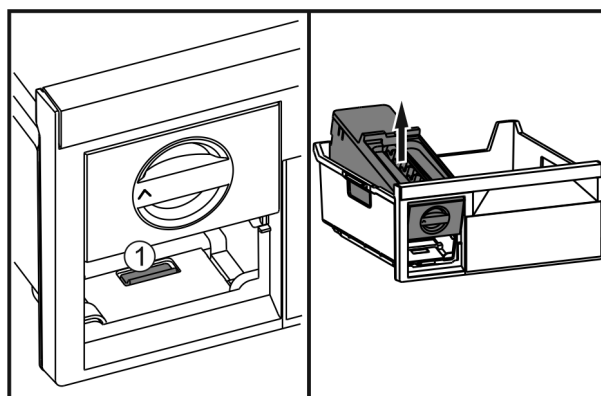

Fig. 27
- ▶ Stlačte západku Fig. 27 (1), EasyTwist-Ice zezadu zvedněte a vyjměte z mrazicí zásuvky.